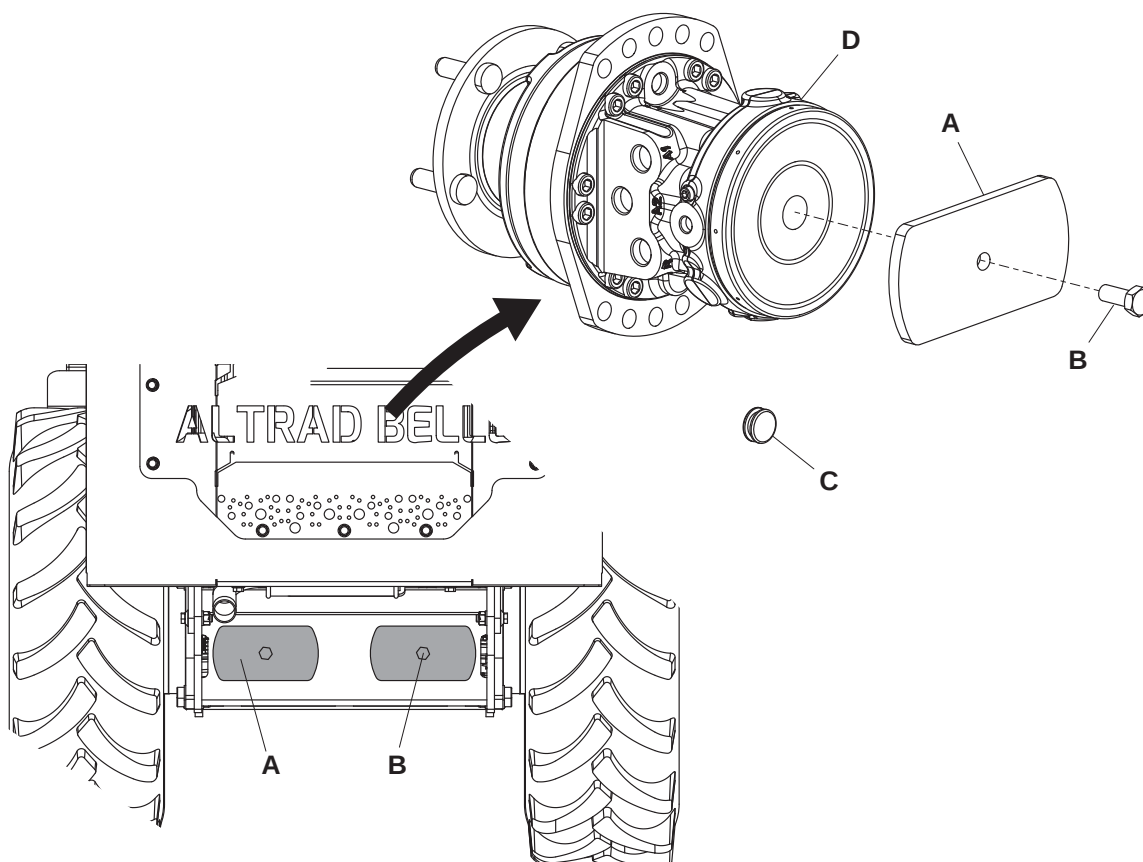

Figura. 24
Si el volquete queda inutilizado, puede ser remolcado, pero antes de hacerlo será necesario liberar los frenos traseros. Las placas de liberación de los frenos se suministran con el volquete (véase la figura 24)
3. Retire las placas de liberación de los frenos (figura 24, punto A) de la posición de almacenamiento y mantenga los pernos (punto B).